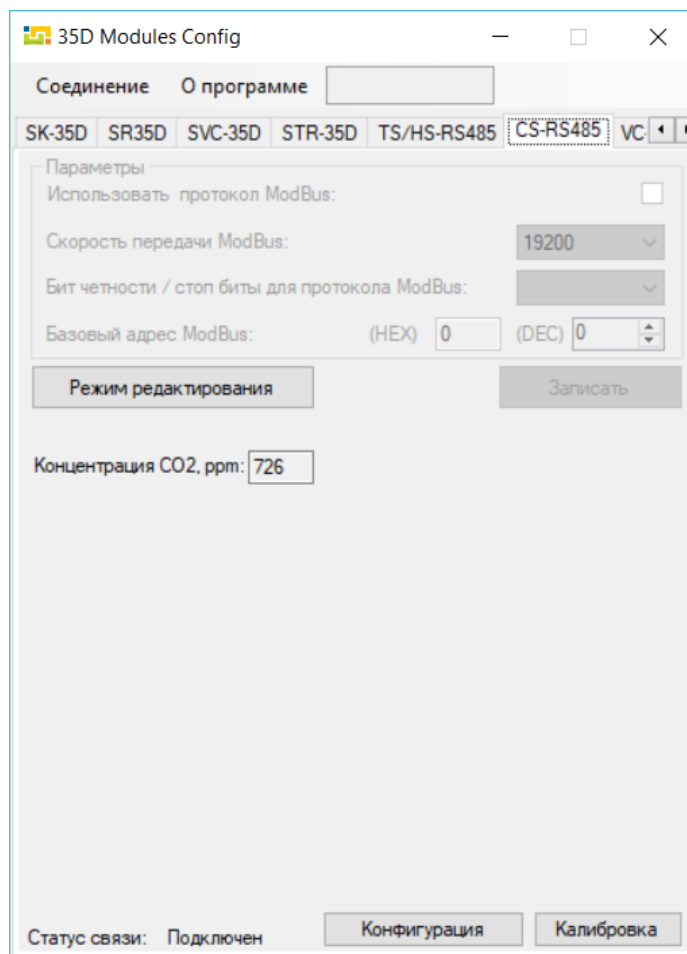

Рисунок 2 – Внешний вид окна ПО 35D\_config.exe
- в открывшемся окне (см. рисунок 2) перейдите на вкладку CS-RS485;
**ВНИМАНИЕ!** В течение 3-х секунд после подачи питания на вход, датчик работает по протоколу **IM**, не зависимо от того, разрешена работа по протоколу **ModBus RTU** или запрещена (пункт "Использовать протокол **ModBus**" (см. рисунок 2)).